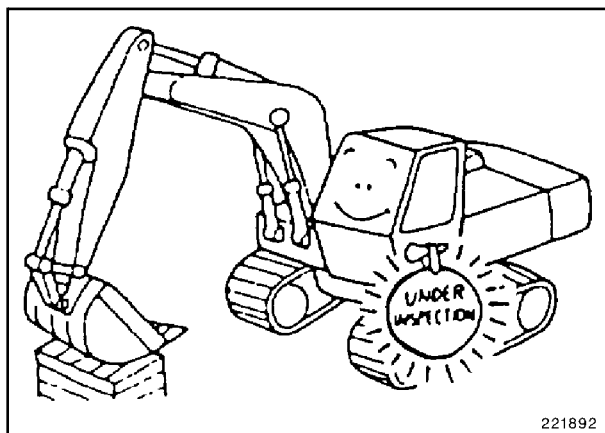

Fig. 23
- Poner un signo "Under inspection and maintenance" ("¡Atención! Trabajos de inspección y de reparación") en la puerta de la cabina o en la palanca de mando (Fig. 23).